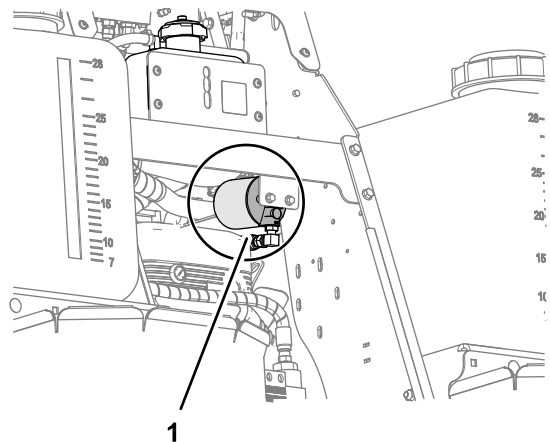

Figure 100
3. Nettoyez la surface autour du filtre hydraulique et de la tête du filtre (Figure 100).